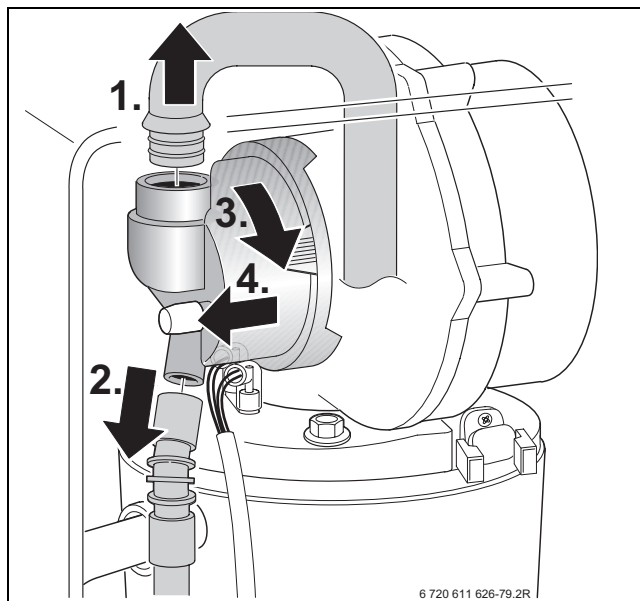
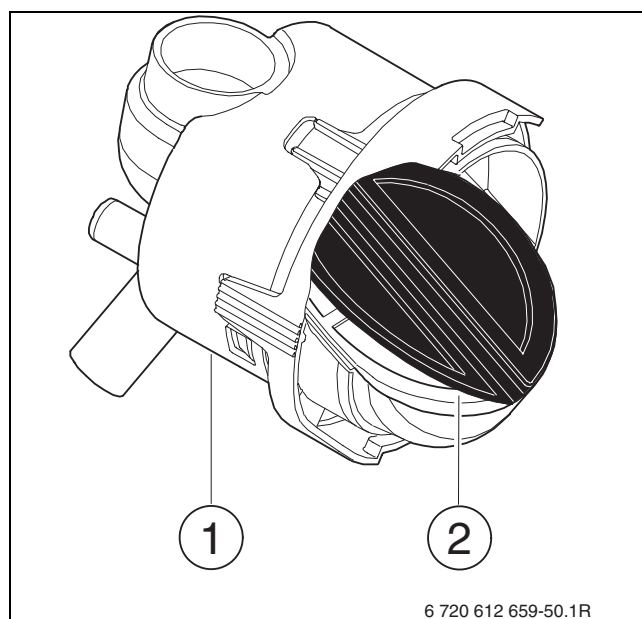

Fig. 54
Fig. 62
- ▶ Smontare il miscelatore (per le operazioni appena descritte seguire le fasi indicate nella fig. 54).
- ▶ Smontare il miscelatore aria/gas (fig. 62, [1]) seguendo la procedura come da fig. 54, pag. 54.